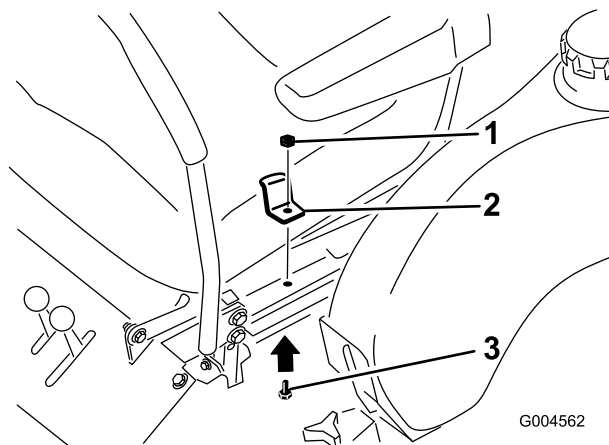

Figura 19
1. Retire el soporte de retención del asiento (Figura 19).
4. Baje el asiento y sujételo con el soporte de retención (Figura 19).